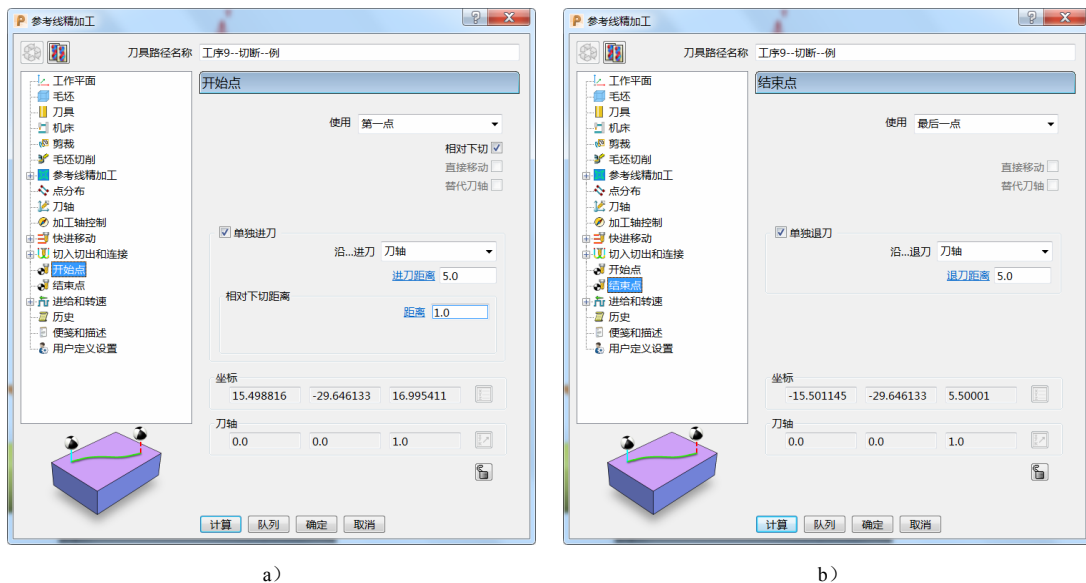

图 5-72
8) 开始点和结束点：开始点选择“第一点”，结束点选择“最后一点”。勾选“相对下切”“单独进刀”及“单独退刀”，设定进刀距离“5.0”、相对下切距离“1.0”、退刀距离“5.0”，沿刀轴进刀与退刀。（图 5-72）